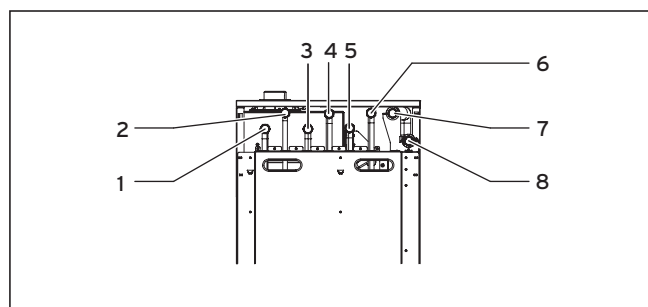

Abb. 5.1 Lage der Anschlüsse
- Schließen Sie den Heizungsvorlauf am Heizungsvorlauf-Anschluss (5) an, siehe Abbildung 5.1.
- Schließen Sie den Heizungsrücklauf am Heizungsrücklauf-Anschluss (6) an, siehe Abbildung 5.1.
- Schließen Sie den Warmwasseranschluss (WW) (4) an, siehe Abbildung 5.1.
- Schließen Sie den Kaltwasseranschluss (KW) (3) mit den entsprechenden Sicherheitseinrichtungen an, siehe Abbildung 5.1.
Gegebenenfalls kann am Zirkulationsanschluss (1) eine Zirkulationsleitung angeschlossen werden, siehe Abbildung 5.1. Vermeiden Sie nach Möglichkeit auf Grund des erhöhten Energieverbrauchs den Einbau einer Zirkulationsleitung.